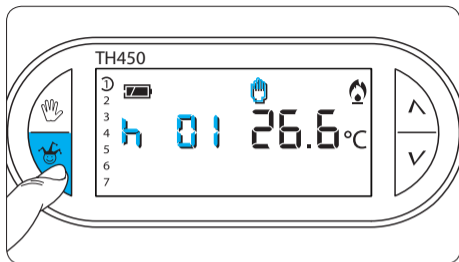
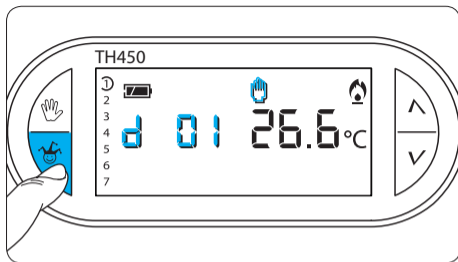

Fig. 50
Fig. 51
14.3- Premere il pulsante  una volta per impostare le ore (fig. 50), due volte per impostare i giorni (fig. 51). Sul display, al posto dell'indicazione dell'ora corrente,